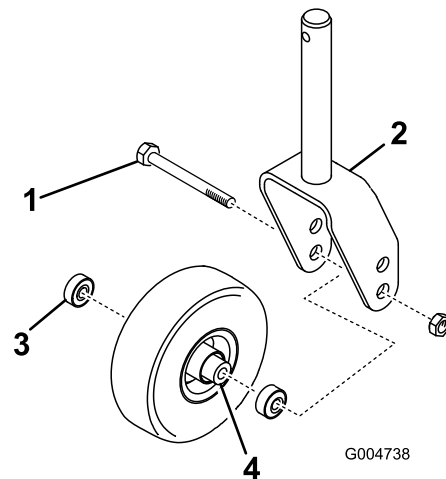

Figura 129
1. Retire la contratuerca del perno que sujeta el conjunto de la rueda giratoria entre la horquilla o el brazo de pivote (Figura 129).
2. Sujete la rueda giratoria y retire el perno de la horquilla o del brazo de pivote (Figura 129).
3. Retire el cojinete de la rueda y deje que se caiga el suplemento del cojinete (Figura 129).
4. Retire el cojinete del otro lado de la rueda (Figura 129).